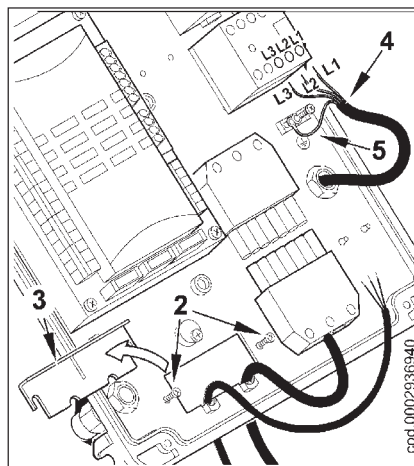

Fig. 2
- Отвинтить винты (2) и, после снятия плиты для крепления кабелей (3), продеть через отверстие 7-штырьковый разъем и кабель управления модуляцией (рис. 2). Соединить кабели питания (4) с дистанционным выключателем, закрепить кабель заземления (5) и зажать соответствующую кабельную муфту.
- Установите зажимную пластинку, как показано на рисунке 3. Поверните эксцентрик (6) так, чтобы пластинка должным образом надавила на два провода. После этого закрутите винты фиксации пластинки. завершение, соединить 7-штырьковый разъем и кабели управления модуляции.